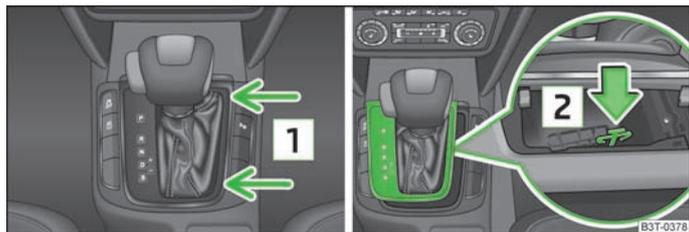

Fig. 128 Sbloccaggio d'emergenza della leva selettoria
- Afferrare la copertura della leva selettoria attorno alla freccia **1** e» fig. 128 tirare con cautela verso l'alto.